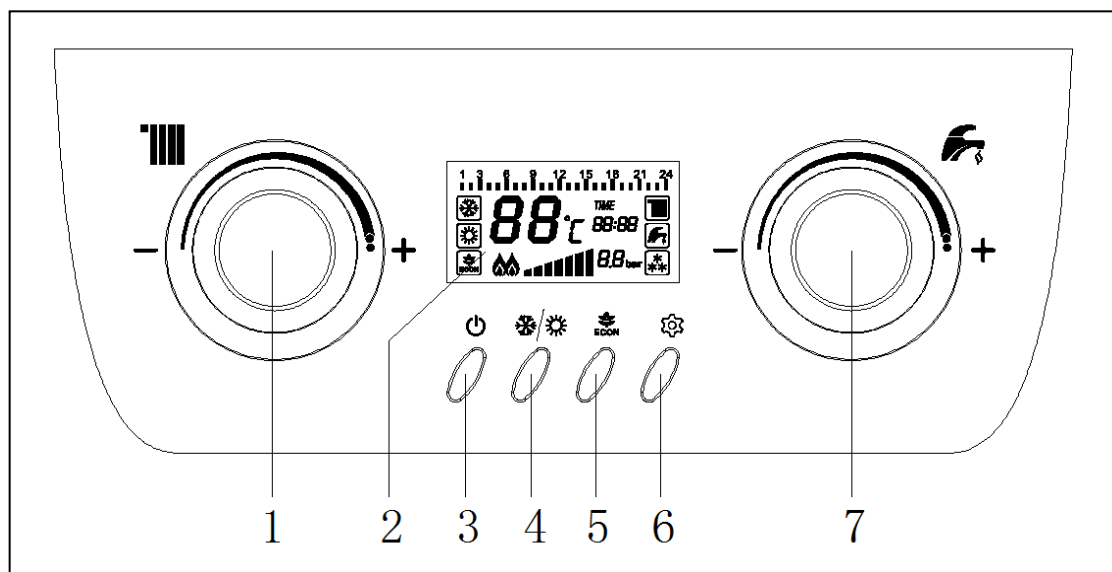

Рис. 5
3.9.2 Вид панели управления модели с жидкокристаллическим дисплеем (рис. 5, табл.4)